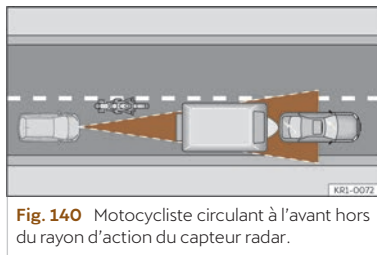

Fig. 140 Motocycliste circulant à l'avant hors du rayon d'action du capteur radar.
- Véhicules circulant de manière non alignée ou en dehors de la zone de détection du capteur, par exemple, des motos >>> **fig. 140**.